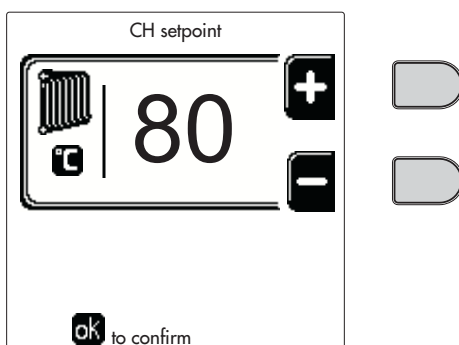
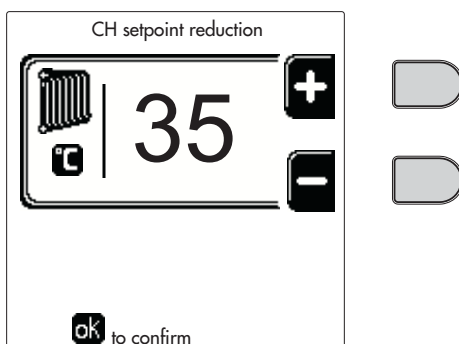
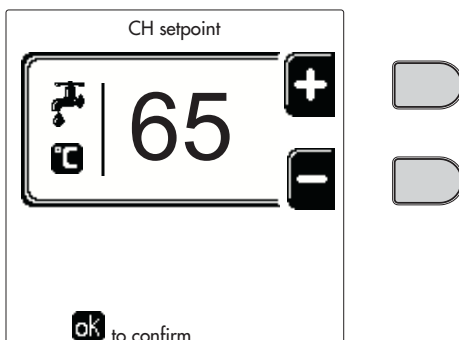
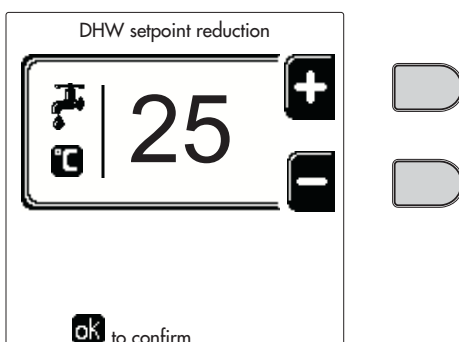

рис. 12
рис. 13
рис. 14
рис. 15
- **ON (ВКЛ)**. При поступившем запросе на отопление/ГВС котел работает на заданной температуре регулировки отопления/ГВС (рис. 12/рис. 14).
- **re**. При поступившем запросе на отопление/ГВС котел работает на уменьшенной температуре регулировки. Уменьшенная температура достигается путем вычитания температуры регулировки уменьшения (рис. 13/рис. 15) от заданной температуры регулировки отопления/ГВС (рис. 12/рис. 14).